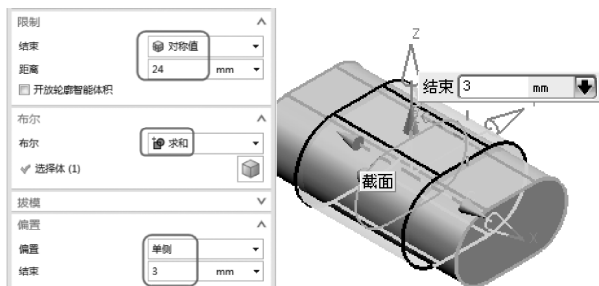

图 3-31 创建拉伸特征 2
- 04 使用【拉伸】工具，选择与上步骤拉伸实体特征相同的截面，创建出对称值为 24、使用布尔合并运算、单侧偏置为 3 的拉伸实体特征，如图 3-31 所示。